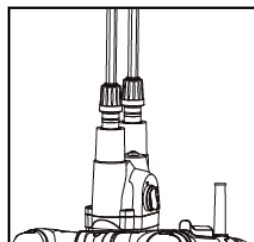

Рисунок 6
- Затем отпустите руку (рисунок 6).